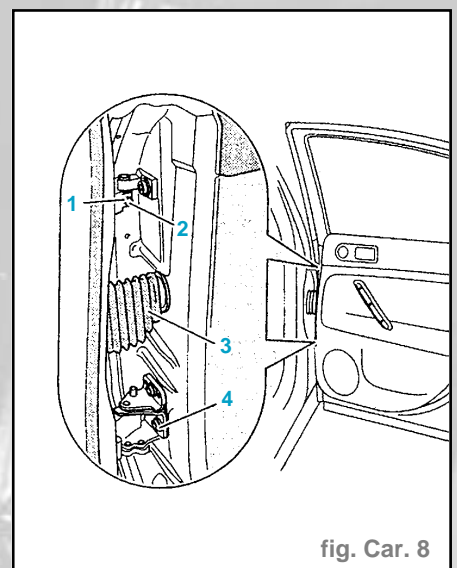

fig. Car. 8
- Débrancher le connecteur multibroches (1) sous la manchette caoutchouc (3) du montant B (fig. Car. 8).